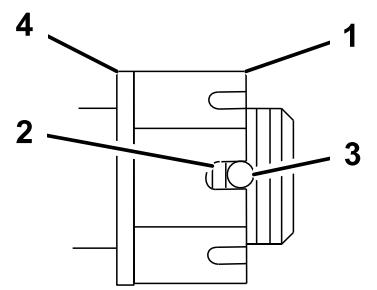

Figura 49
4. Serrate il dado a corona a 170 Nm (Figura 49).
5. Controllate la distanza tra la base della scanalatura del dado e il bordo interno del foro. Devono essere visibili due filetti o meno (Figura 49).
7. Serrate il dado a corona a 170 Nm. (170 Nm) (Figura 49).
8. Serrate il dado fino ad allineare la serie di scanalature successive con il foro dell'albero (Figura 49).